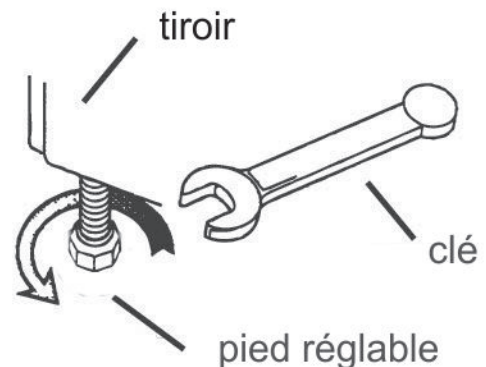

Figure 6 : Ajustement de la hauteur de la cuisinière
- Faites glisser la cuisinière vers l'arrière pour la remettre en place. Si nécessaire, et pour éviter d'érafler le comptoir de cuisine, ajustez la hauteur de la cuisinière en ajustant les pieds (voir Figure 6 : Ajustement de la hauteur de la cuisinière). Prenez bien soin d'enclencher le support antibasculement. Voir l'*Avertissement relatif au danger de basculement* au début de ces instructions ainsi que dans le *Manuel d'installation de la cuisinière encastrée*.